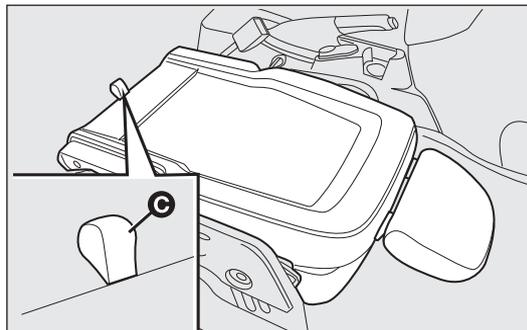

fig. 24
- tirer la languette C-fig. 24 et pousser encore le dossier vers le bas ; le siège est ainsi totalement replié.